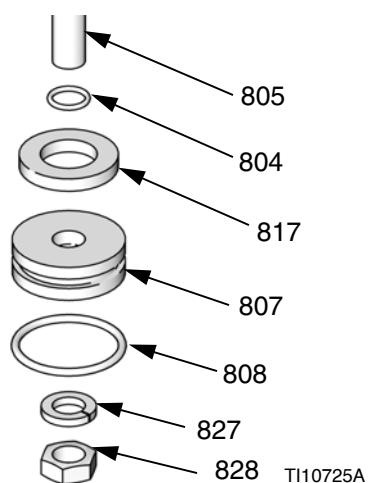

Рис. 35: Короткий двухпостовой поршень
4. Положите шток поршня (805) на стол или другую рабочую поверхность.
5. Удалите гайку (828), шайбу (827), поршень (807), амортизатор (817) и два уплотнительных кольца (804, 808). Рис. 35См. Рис.35.